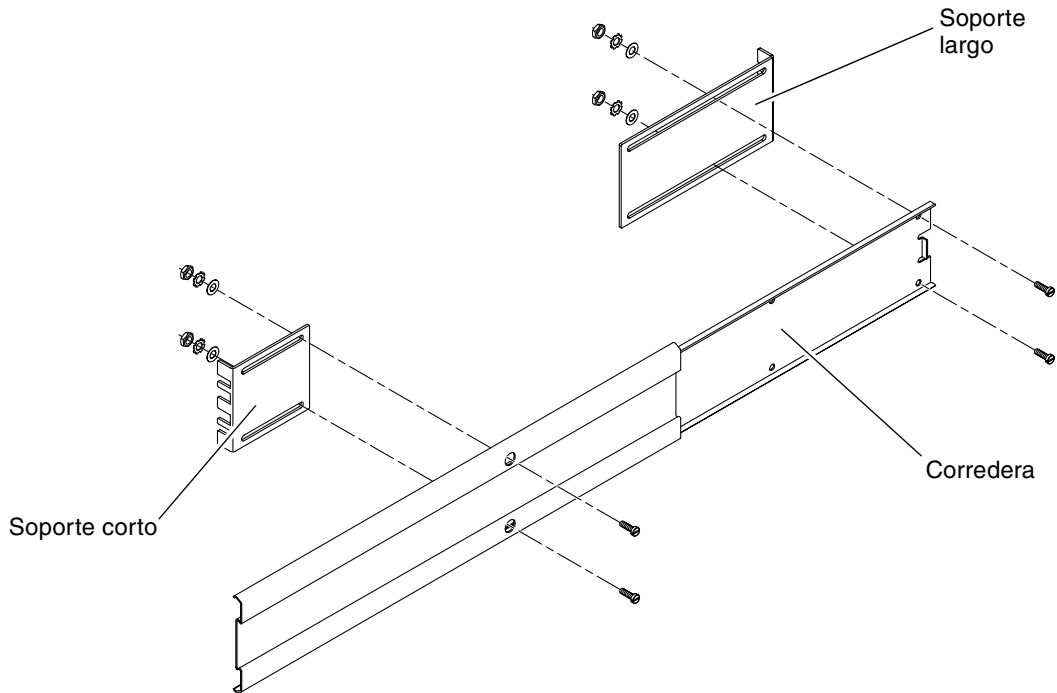

FIGURA 3-11 Fijación de la corredera a los soportes
10. Fije la corredera en los soportes corto y largo de la parte frontal y posterior del bastidor (FIGURA 3-11).